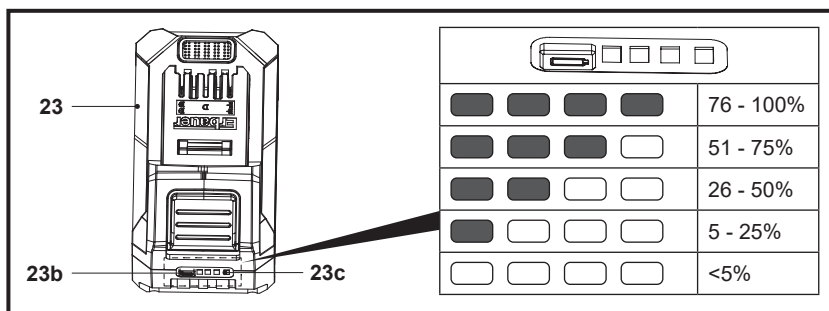

Fig. 9
La batterie (23) est équipée d'indicateurs de capacité de la batterie (23c) qui affichent sa capacité restante. Appuyer sur le bouton de capacité de la batterie (23b) pour en vérifier la capacité (Fig. 9). Les LED restent allumées pendant environ 3 secondes.